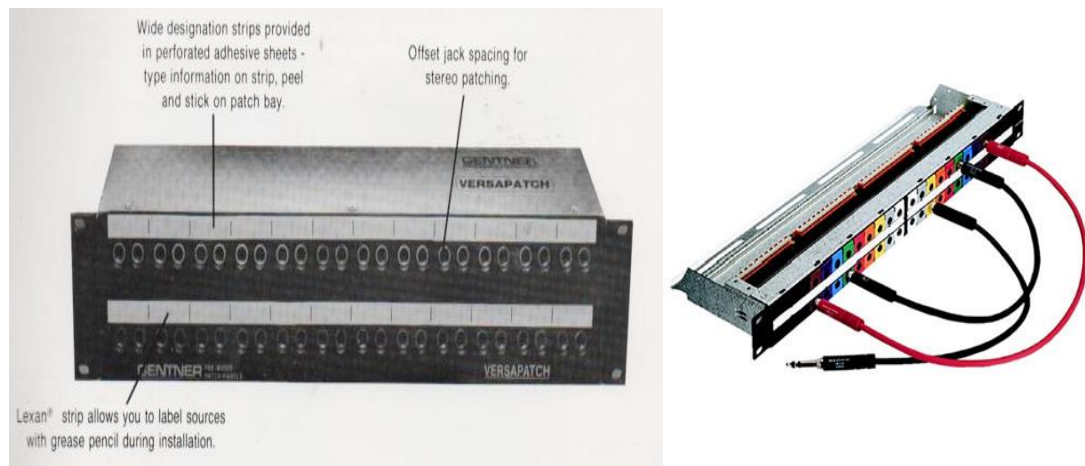

Figura 4.4. Tira de parcheo (Path Panel).
- Tira de Parcheo (Path Panel). Es un elemento muy importante para la conexión de los aparatos que conforman la cadena de audio de una cabina de radio, ya que en la tira de parcheo podemos conectar también otras salidas de audio de la consola, conectar líneas telefónicas hacia la cabina de radio, líneas remotas por donde se le envían a la consola diferentes audios (**Ver figura 4.4**).